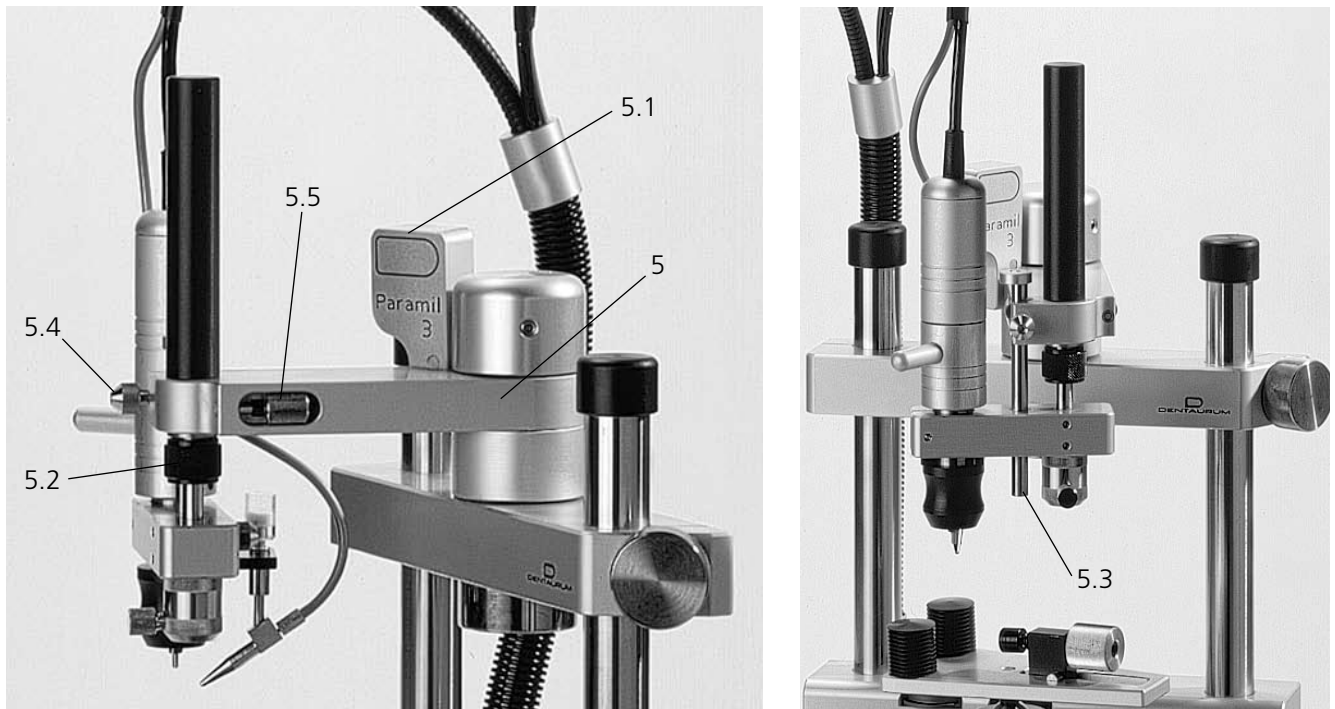

Bild 5: Detailansicht
Die Fräsarmarretierung (Bild 5, Pos. 5) kann durch Betätigen des Arretierungshebel (Bild 5, Pos. 5.1) geöffnet werden. Danach ist der Fräsarm frei beweglich und kann beliebig positioniert werden. Wenn die gewünschte Position erreicht ist, wird durch Drücken des Arretierungshebel der Arm wieder festgeklemmt.
Die federnd aufgehängte Höhenverstellung des Fräsmotors lässt sich bei Bedarf über die Feststellschraube (Bild 5, Pos. 5.2) arretieren.
Der Führungsstab (Bild 5, Pos. 5.3) wird bei Bedarf in das Aufnahmefutter neben dem Mikromotor eingeführt und hat mehrere Funktionen:
- Rillenfräshilfe. Der verstellbare Anschlag (Bild 5, Pos. 5.5) des Führungsstabes ermöglicht bei arretiertem Fräsarm den gezielten Vorschub beim Fräsen von Rillen.
- Hilfe für Bohrungen oder Fräsungen von Interlocks. Die verstellbare Aufnahme (Bild 5, Pos. 5.4) des Führungsstabes (Bild 5, Pos. 5.3) ermöglicht bei arretiertem Fräsarm die exakte Führung beim Bohren oder dem exakten Vor- bzw. Rückschub beim Fräsen von Interlocks.
! Hinweis: **Der Führungsstab kann erst in die Aufnahme (Bild 5, Pos. 5.4) eingesetzt werden, wenn der Fräsmotor auf die linke Seite des Schwenkarmes geführt wird.**